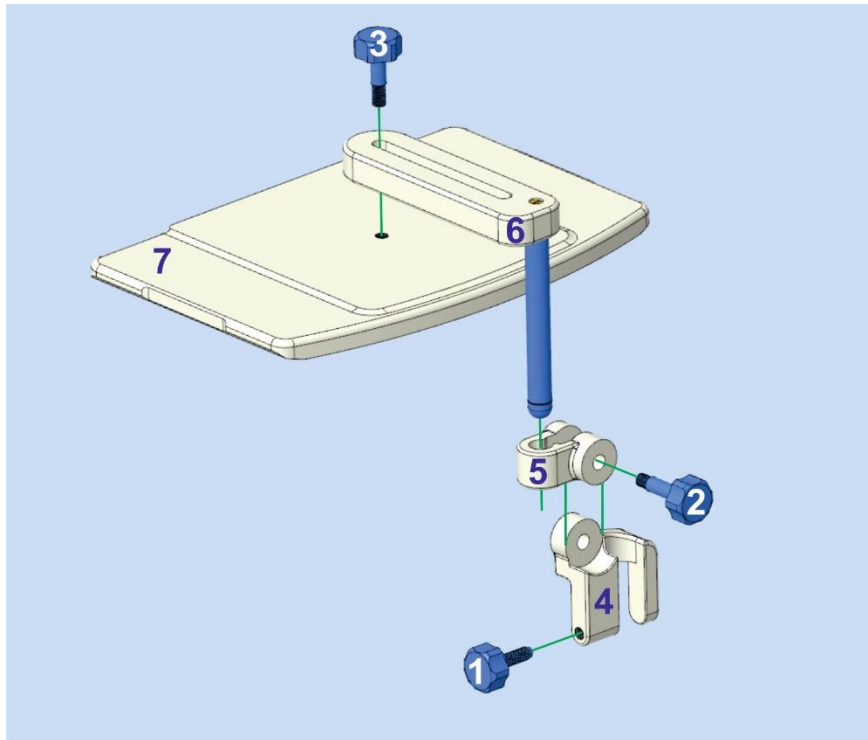

Abbildung 17: Montage der ER-Spulenhalterung in der „Spulen HLD“-Anordnung.
- Siehe Abbildung 17 für Einzelheiten zur Komponentenanzordnung.